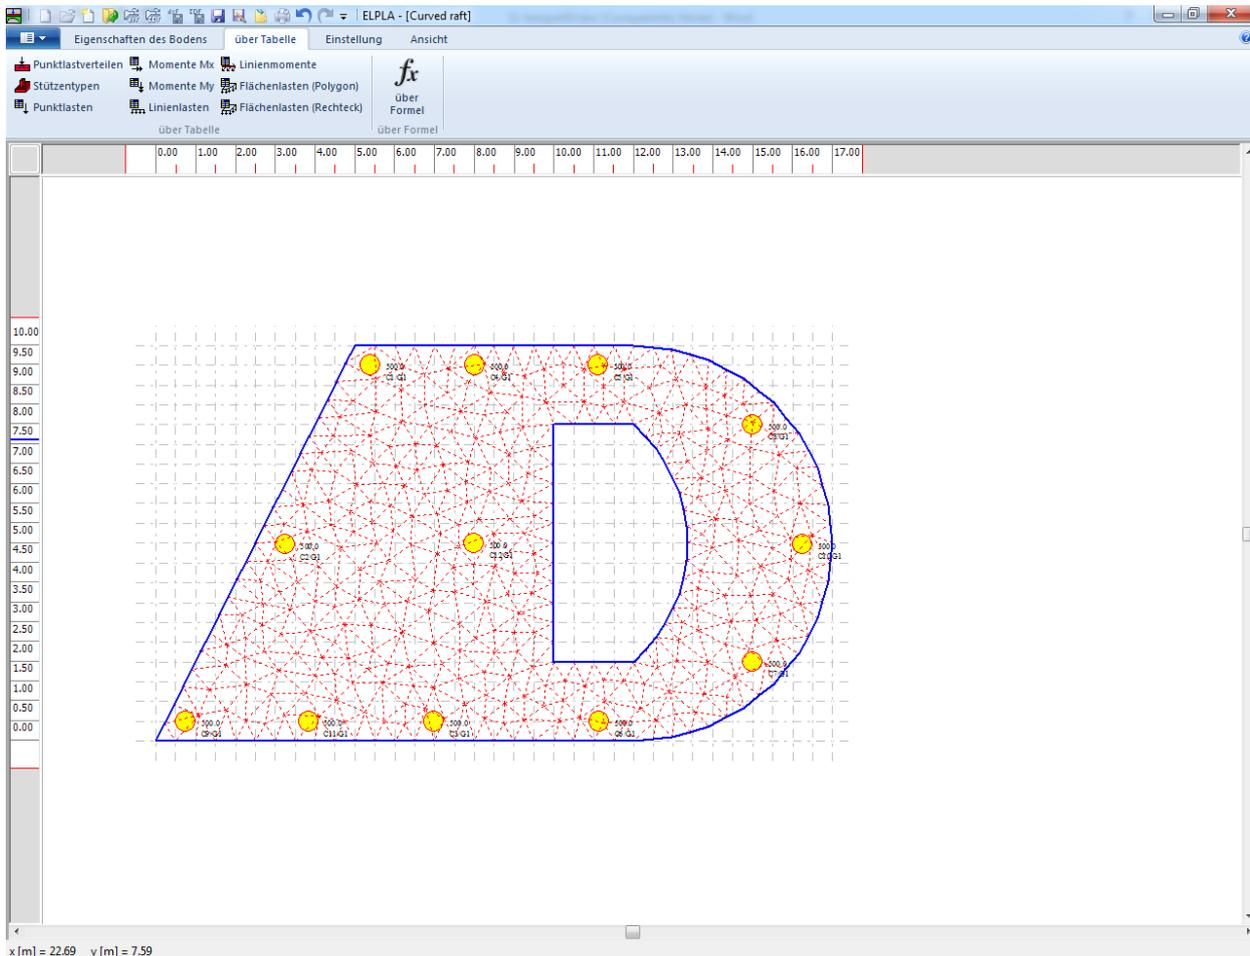

Bild 10.30 Lasten auf dem Bildschirm
Nach der Definition aller Lastdaten sollte der Bildschirm wie das folgende Bild 10.30 aussehen.
- Wählen Sie "Speichern" aus dem "Datei"-Menü im Bild 10.30, um die Lastdaten zu speichern